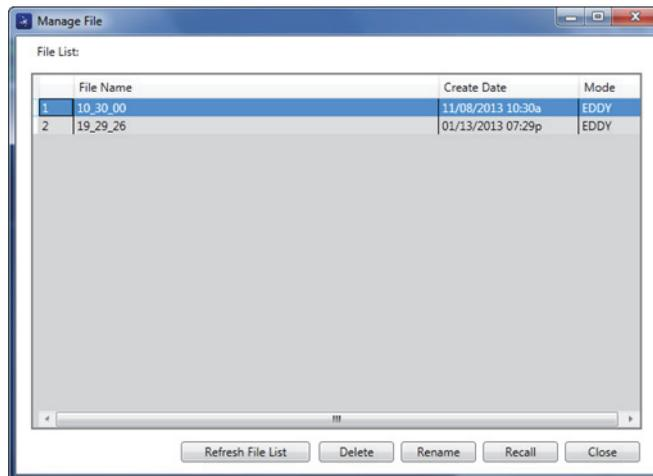
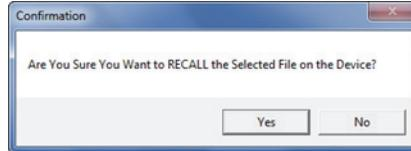

Figura 6-22 Cuadro de diálogo Manage File
Figura 6-25 Mensaje solicitando la confirmación de consulta del archivo
El cuadro de diálogo **Manage File** aparece. Vea la Figura 6-22 en la página 357.
1. En el cuadro de diálogo **Manage File**, seleccione el archivo que desea renombrar; después, haga clic en el botón **Rename**. Vea la Figura 6-22 en la página 357.
1. En el cuadro de diálogo **Manage File**, seleccione el archivo que desea consultar; después, haga clic en el botón **Recall**. Vea la Figura 6-22 en la página 357. El cuadro de diálogo **Confirmation** aparecerá y deberá confirmar si desea consultar el archivo seleccionado. Vea la Figura 6-25 en la página 359.
- ◆ En el cuadro de diálogo **Manage File** haga clic en el botón **Refresh File List**. Vea la Figura 6-22 en la página 357.